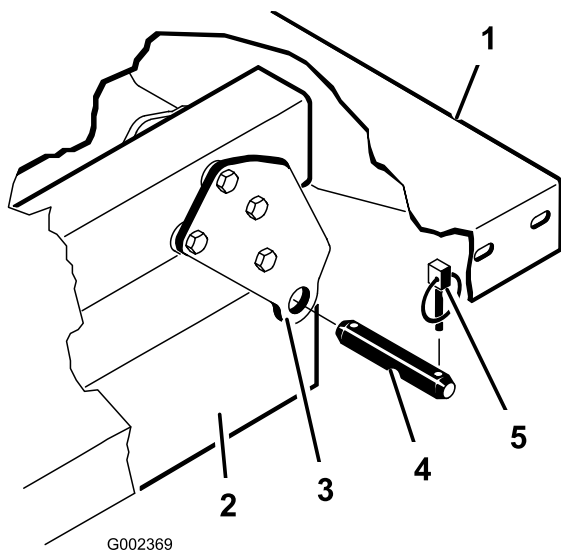

図 4
6. 荷台のピボットブラケットを車両のフレームチャンネル材に固定しているリンチピンとクレビスピンを外す (図 4)。